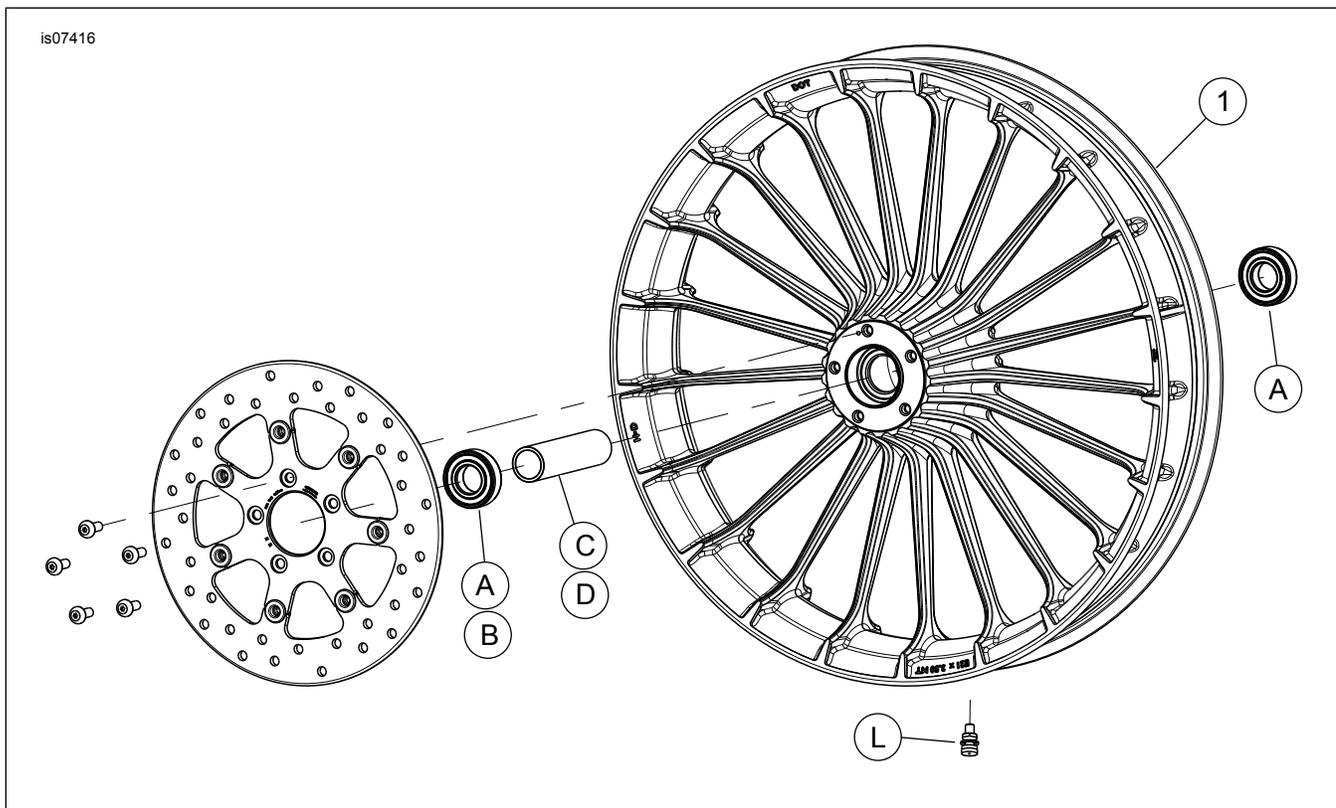

Figura 2. Piezas de servicio: Rueda delantera Turbine
Este kit incluye solamente la rueda personalizada. Consulte la Figura 2 y la Tabla 2.
2. Ver Figura 2 . Instale el conjunto del vástago de la válvula (L) en la rueda. Consulta el manual de servicio.